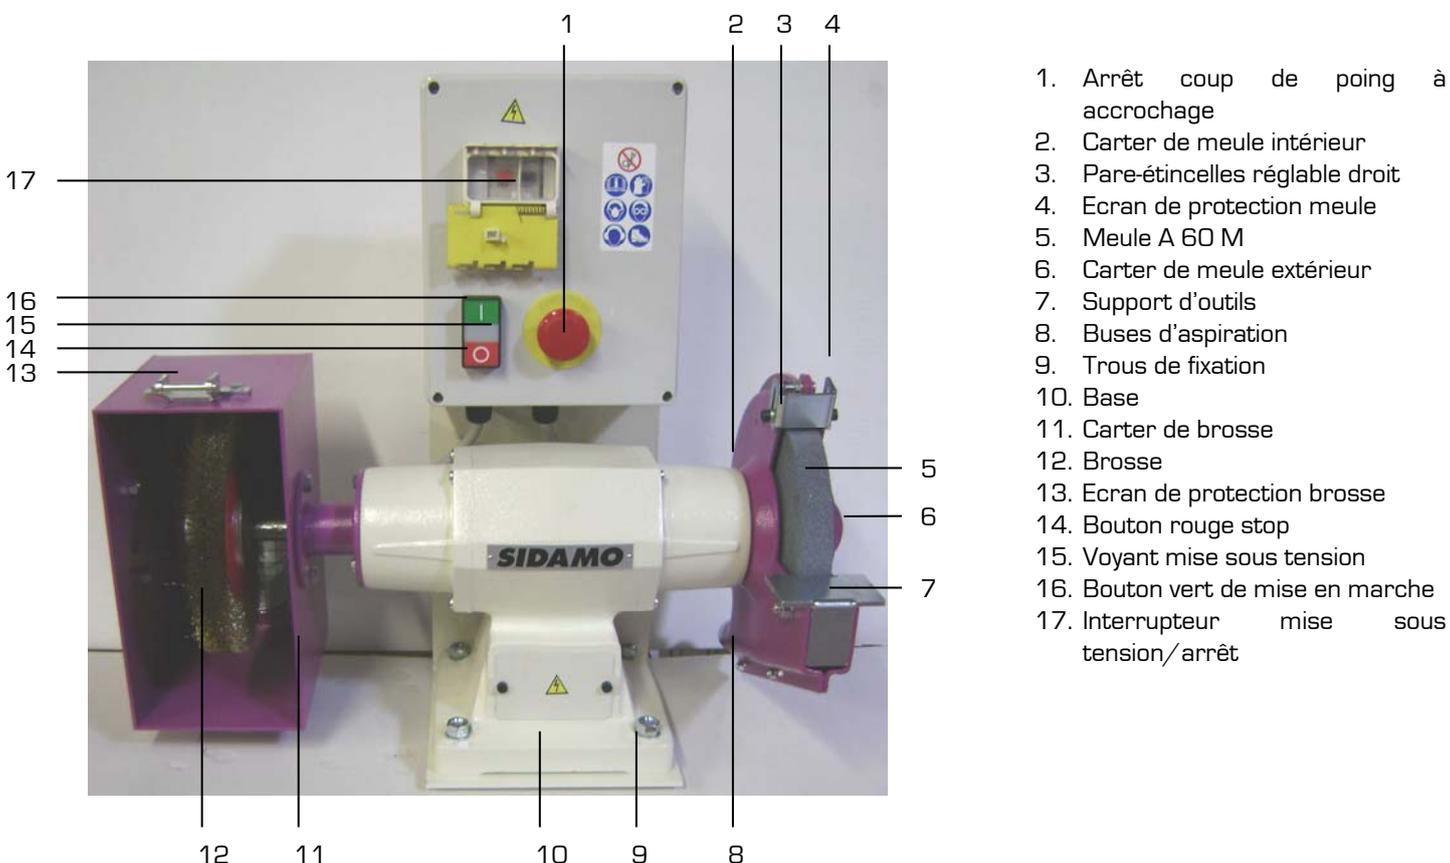

Figure 1
3. Fixer le touret sur le socle ou sur l'établi en introduisant 4 vis (M6) dans les trous (8 fig.1) puis les bloquer fermement au moyen d'écrous appropriés.
1. Fixer le pare-étincelles (2 fig.1) sur le carter de meule (2 et 6 fig.1) et le régler à **5 mm** au maximum du bord périphérique de la meule.
2. Extraire du sachet contenu dans l'emballage les écrans de protection transparents (4 et 13 fig.1) puis les fixer sur les carters (2/6 et 11 fig.1) et les régler de façon à protéger l'opérateur.
3. Fixer le support d'outils (7 fig.1) sur le carter de meule (2 et 6 fig.1) et le régler à **2 mm** au maximum du bord périphérique de la meule.